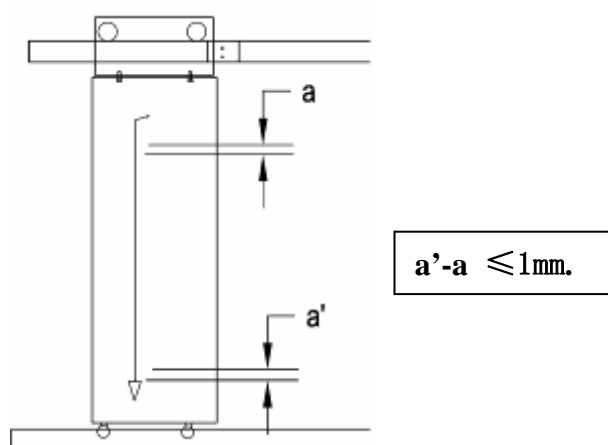

图 2-13 轿门装配主视图
1. 用线锤检查并调整门板的垂直度，使门板上下的差别在 1mm 以内。见图 2-13 轿门板装配主视图